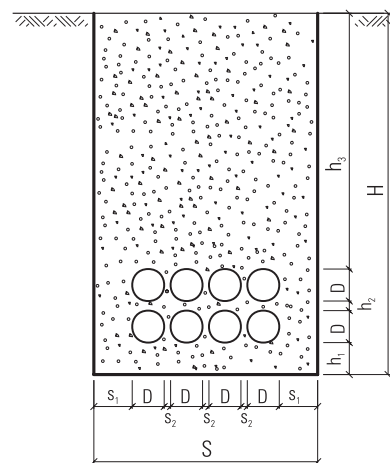

Fig. 4: Lægning af flere rør i en kabelrende
- ⊙ på lodret flade: $h_2 \geq 10$ cm (fig. 4)
- ⊙ på vandret flade: $s_2 \geq 5$ cm (fig. 4)